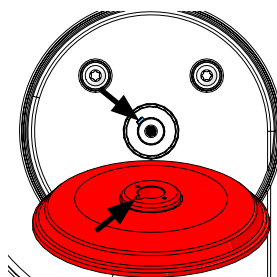

рис. 15
- >>> **Обратить внимание на положение шпоночного паза (рис. 15).**